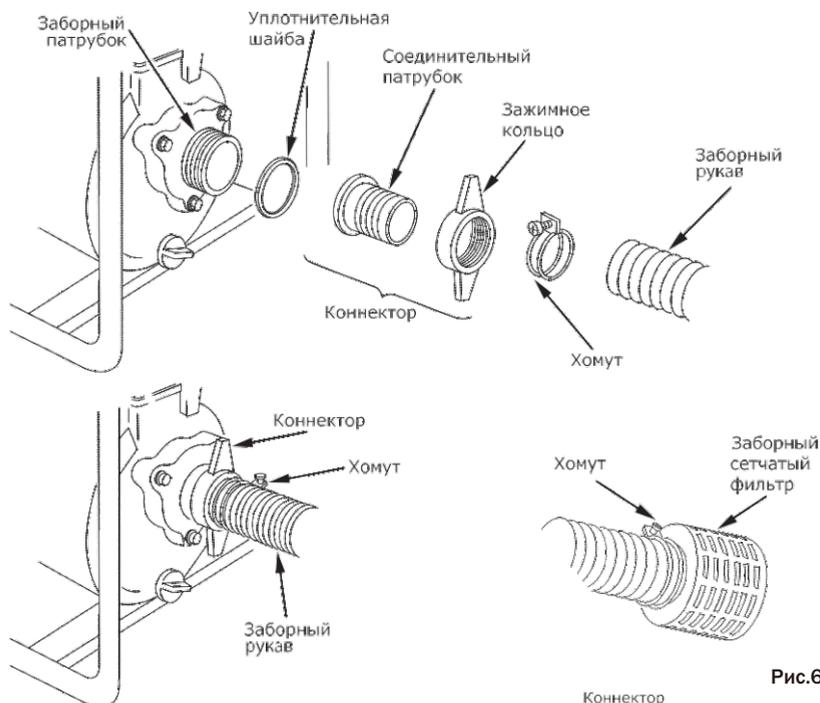

Рис.6
- подсоедините заборный фильтр к заборному шлангу при помощи хомута (рис. 6).